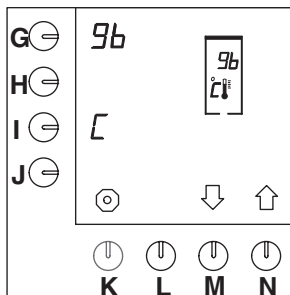

Abb. 40 Einstellen der Temperatur
- Geben Sie die Chef-Geheimnummer ein und drücken Sie dreimal auf die Wahl taste (N.)↑, bis Abb. 40 im Display erscheint.